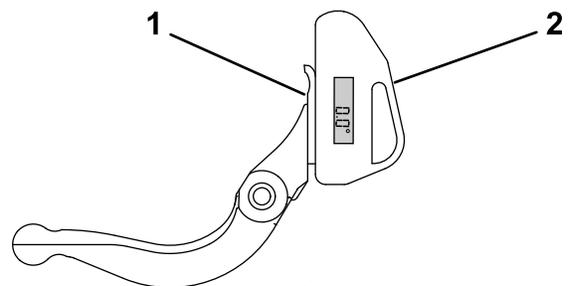

Bild 66
1. Positionieren Sie den Neigungsmesser an der Unterseite des Untermessers, wie in Bild 66 abgebildet.